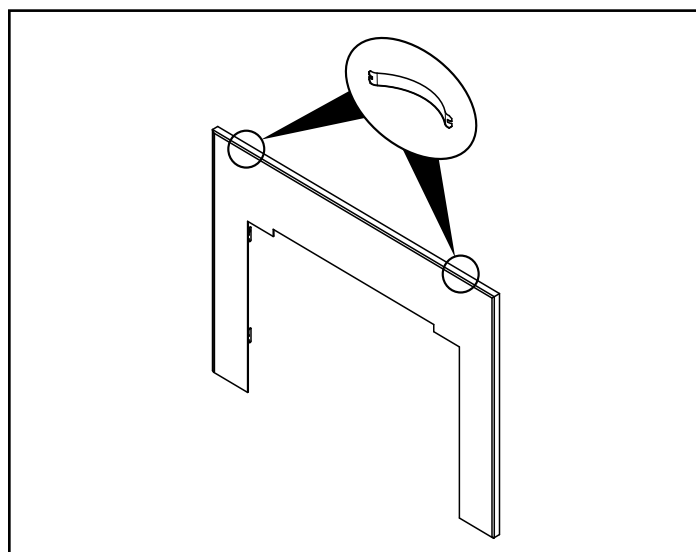

Figure 20.4
4. Installez deux ressorts d'acier sur le haut de chaque côté et entre l'encadrement mat et la trousse de garniture assemblée, comme indiqué à la **Figure 20.4**.